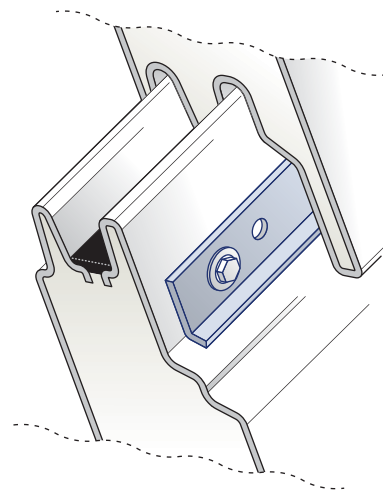

Abb. 16
- Für die Montage von Wandpaneelen ARPANEL SU ist die Verwendung von Druckverteilern / Lastverteilern laut Bauzulassung verpflichtend. (Abb. 16)